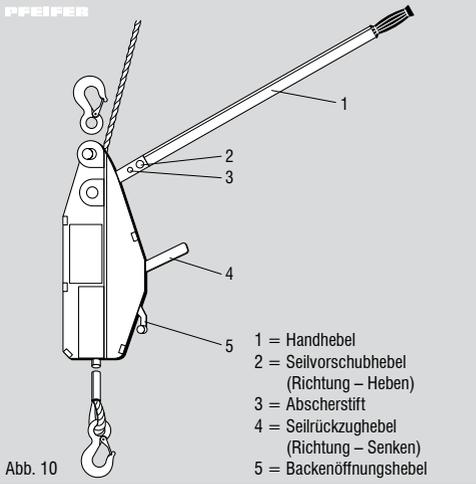

Abb. 10
1. Handhebel auf Seilvorschubhebel (Abb. 10) stecken.
1. Handhebel auf Seilrückzughebel (Abb. 10) stecken.